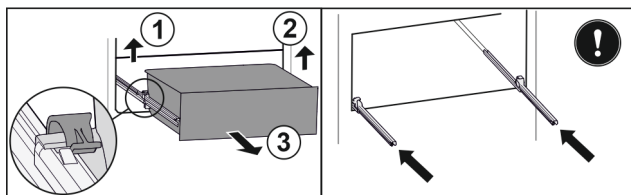

Fig. 120
- ▶ Nadvihnite ľavú svorku a súčasne ťahajte zásuvku vľavo dopredu. *Fig. 120 (1)*
- ▶ Nadvihnite pravú svorku a súčasne ťahajte zásuvku vpravo dopredu. *Fig. 120 (2)*
- ▶ Odoberte zásuvku dopredu. *Fig. 120 (3)*